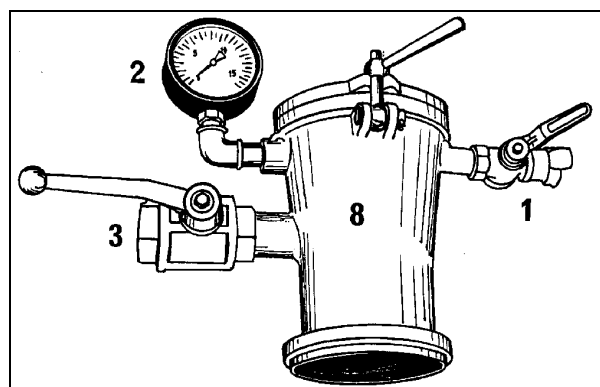

Fig. 2
7. El cabezal de limpieza tiene que estar equipado con un manómetro en condiciones de funcionar y con un grifo de purga de aire suficientemente dimensionado (Fig. 2).